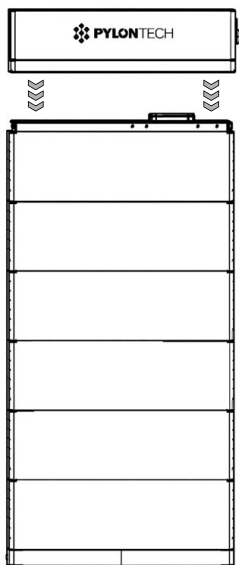

Fig. 3.8 - Installazione BMS
- Sollevare il modulo di controllo e posizionarlo in modo che il connettore del BMS sia allineato al connettore del modulo batteria (Fig. 3.8).